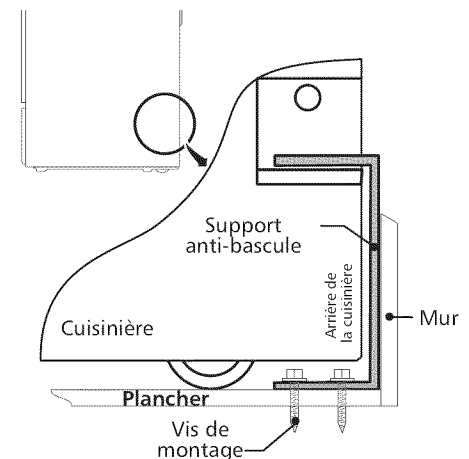

Figure 9
4. Enlevez le gabarit et placez le support anti-bascule sur le plancher. Alignez les trous dans le support anti-bascule avec les trous tracés sur le plancher et fixez avec les 4 vis fournies. Le support anti-bascule doit être fixé sur un plancher solide (Figure 9). Si vous les fixez à un plancher en béton, percez d'abord des trous pilotes de 3/16" (0,48 cm) de diamètre à l'aide d'un foret à maçonnerie.
6. Remplacez la cuisinière en la faisant glisser, en vous assurant que la patte centrale est bien agrippée au support anti-bascule (Figure 9). Abaissez l'appareil en ajustant les vis et les dispositifs de nivellement jusqu'à ce que le dessous de la surface vitrifiée touche à peine le dessus du comptoir. Référez-vous à la section Mise à niveau de la cuisinière.